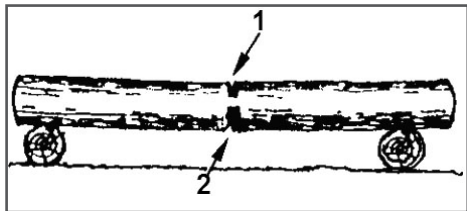

Рис. 15 Пропилы при раскряжке дерева на двух опорах
1. Бревно лежит на двух опорах (Рис. 15). Разгрузочный пропил (1) на  $1/3$  бревна делается сверху. Основной пропил (2) делается снизу навстречу разгрузочному пропилу.